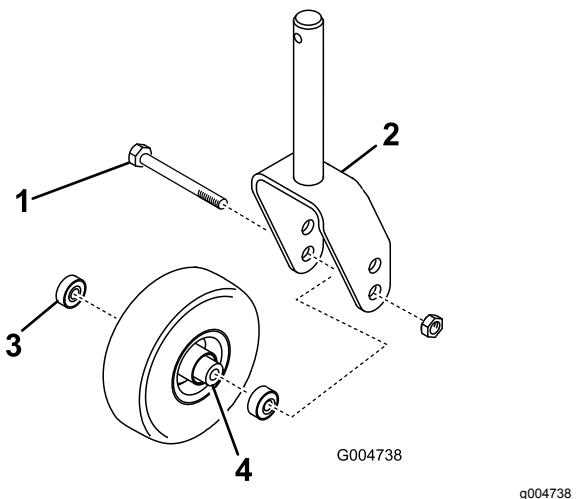

Figura 27
1. Togliete il dado di bloccaggio dal bullone che fissa la rotella orientabile alla forcella (Figura 27). Afferrate la ruota orientabile ed estraete la vite a testa cilindrica dalla forcella o dal braccio di rotazione.
2. Togliete il cuscinetto dal mozzo della ruota e lasciate cadere il distanziale del cuscinetto (Figura 27). Togliete il cuscinetto dalla parte opposta del mozzo della ruota.